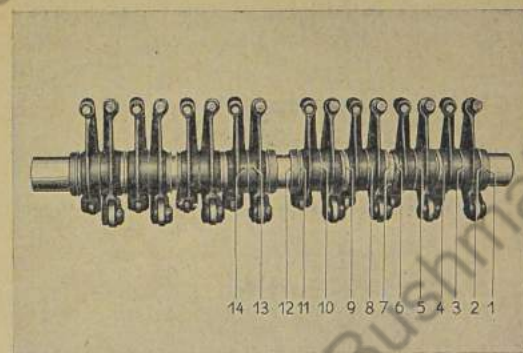

Bild 155: Kipphebel-Zusammenbau
1. Die Kipphebel sind numeriert von Nr. 1 bis 16, beginnend an der Stirnseite des Motors. (Bild 155).